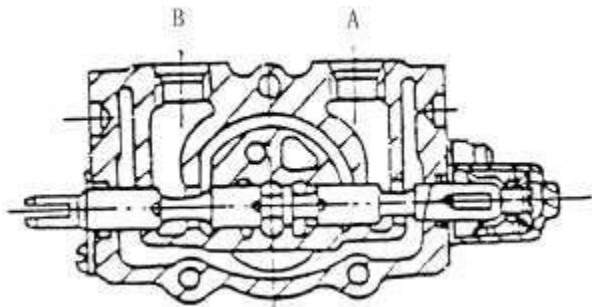

Рис. 10-4
(2) Продавливание золотника внутрь (Рис. 10-4).